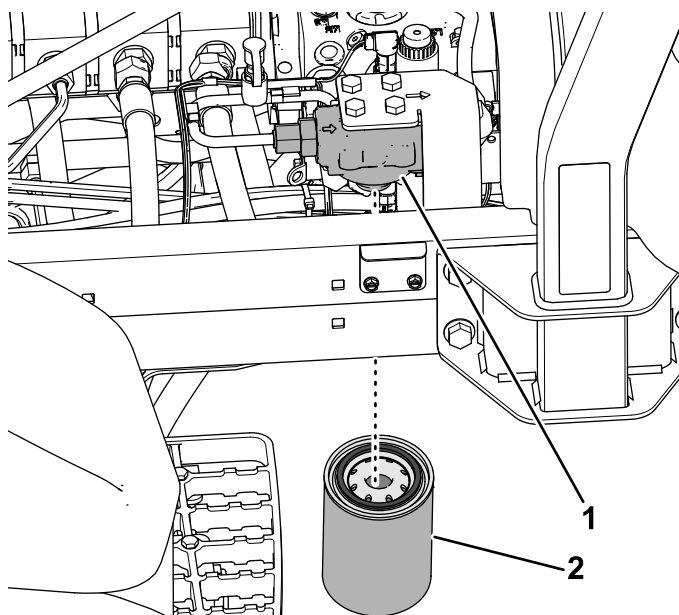

Figura 107
3. No lado esquerdo da máquina, alinhe uma bandeja de drenagem sob o filtro de carga (Figura 107).